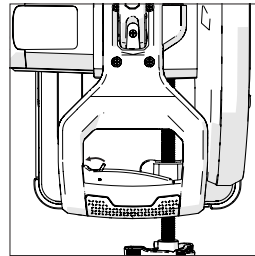

Fig. 12
- Appuyez sur l'interrupteur de sécurité à gauche de l'interrupteur à gâchette, situé à gauche (Fig. 12).